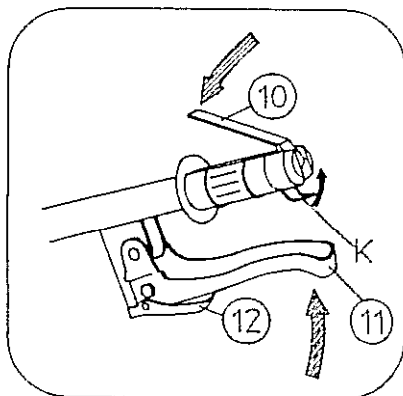

fig. 15
2. Apretar a fondo la maneta de embrague (11) y bloquearla con el gatillo de bloqueo (12) (fig. 15). Pisar la maneta de seguridad (10) y bloquearla mediante el gancho K.